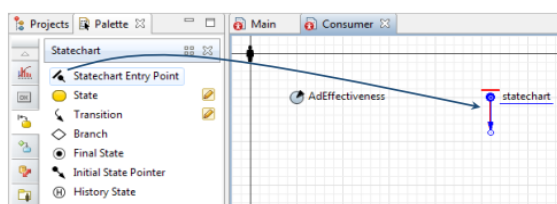

Рисунок 3.3 – Точка входу в діаграму станів
3. Перетягніть точку входу в діаграму станів із палітри діаграми станів на діаграму споживача. Ви починаєте малювати діаграму станів, додаючи точку входу в діаграму станів. Точка входу визначає початок потоку керування діаграмою станів та ім'я діаграми станів (рис. 3.3).